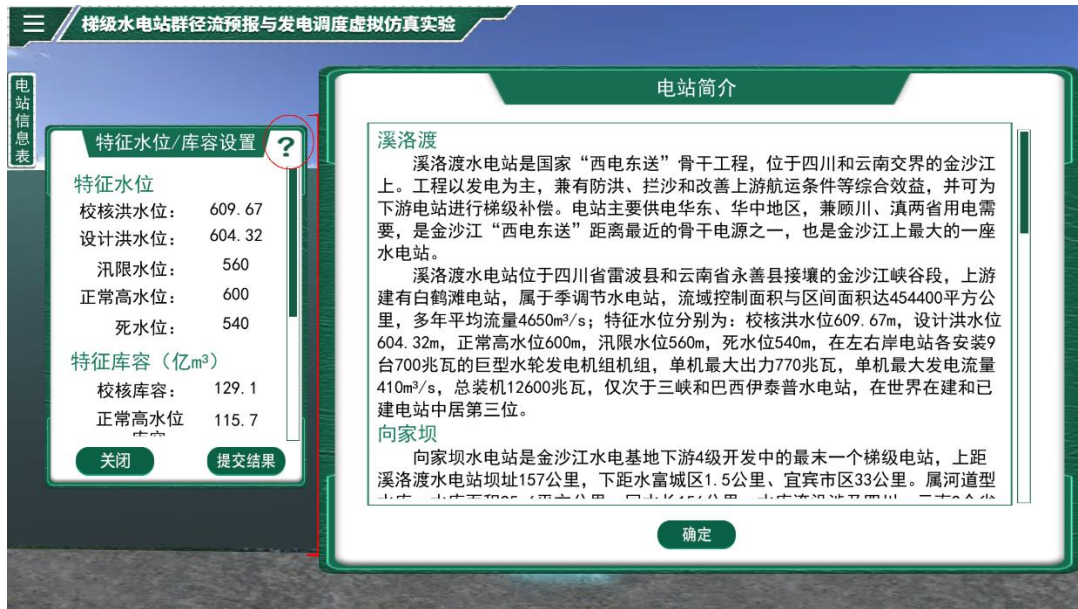

图 4-7 水库特征水位参数设置界面
**步骤 4:** 设置水库特征水位参数，点击大坝横剖面图中荧光区域，会弹出水库特征水位参数对话框，输入相应参数。若不清楚具体参数，可以点击右上角的问号，会弹出电站简介（如图 4-7）。填写完毕后，点击提交结果，若参数输入错误，系统会提示要求重新输入；